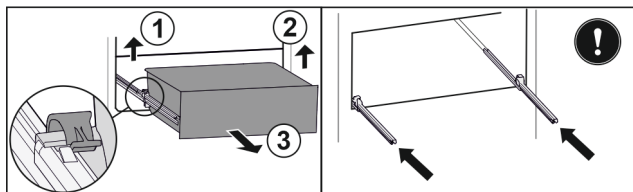

Fig. 231
- Podignite lijevu stezaljku i istovremeno izvucite ladicu lijevo prema naprijed. Fig. 231 (1)
- Podignite desnu stezaljku i istovremeno izvucite ladicu desno prema naprijed. Fig. 231 (2)
- Izvadite ladicu prema naprijed. Fig. 231 (3)